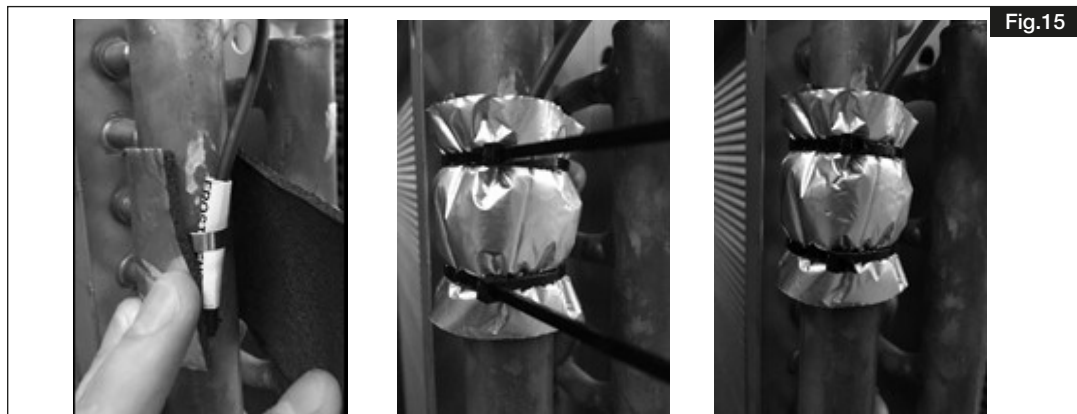

Fig.15
6. Couper le matériau d'isolation à la taille voulue et vérifier qu'il recouvre le capteur, puis le fixer autour du capteur au tuyau de sortie comme indiqué (voir Fig.15). Utiliser les deux serre-câbles prévus à cet effet. Couper l'excédent des serre-câbles.